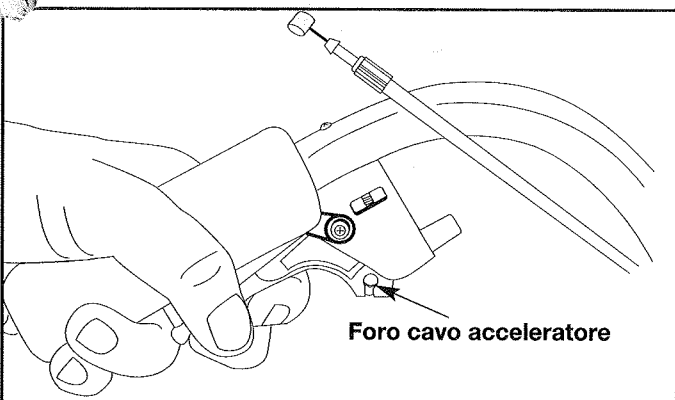

Fig. 9
2. Premere la leva dell'acceleratore e individuare il foro per il cavo dell'acceleratore (fig. 9).